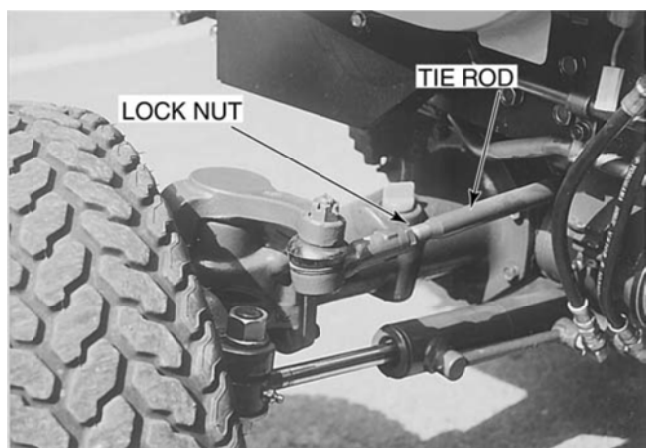

Рис. 77 (проверка схождения)
1. Поставьте передние колеса прямо и поставьте отметки спереди колес на уровне ступицы (см. рис. 77).